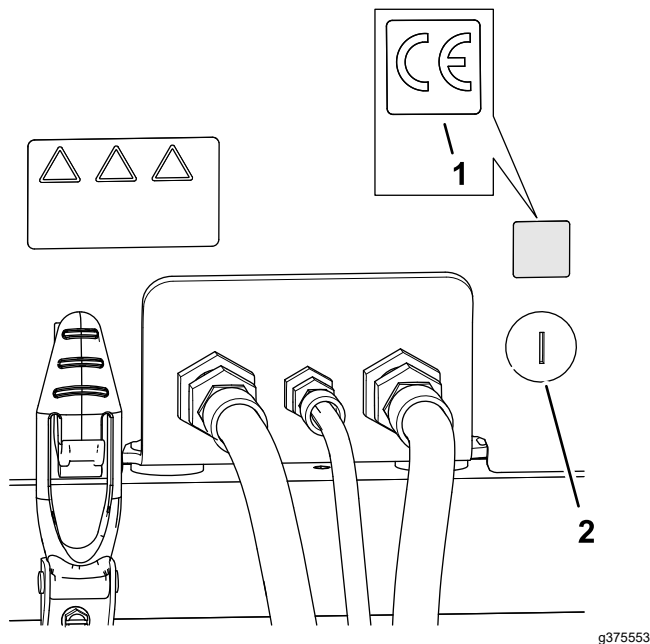

Bild 37
1. Verwenden Sie Reinigungsalkohol und einen sauberen Lappen, um den Bereich der Haube neben dem Haubenriegel zu reinigen, und lassen Sie die Haube trocknen (Bild 37).